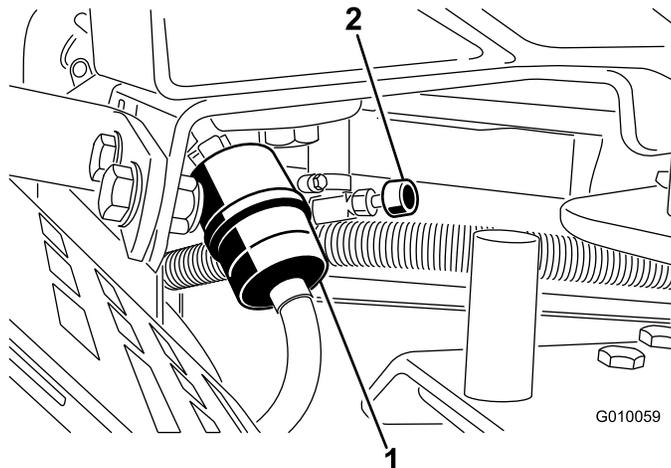

図 51
2. 燃料バルブを閉じる 図 51。
3. 古いフィルタのクランプをゆるめて脇に寄せる 図 51。
5. 新しいフィルタをホースに取り付け、クランプで固定する 図 51。
7. 燃料バルブを開く 図 51。
3. 燃料フィルタについているクランプをゆるめ、フィルタからはずす(図 51)。
4. 燃料フィルタから燃料ホースを抜き取る(図 51)。燃料バルブを開き、排出される燃料を適切な容器に受ける。
5. フィルタに燃料ホースをつなぎ、クランプで固定する(図 51)。